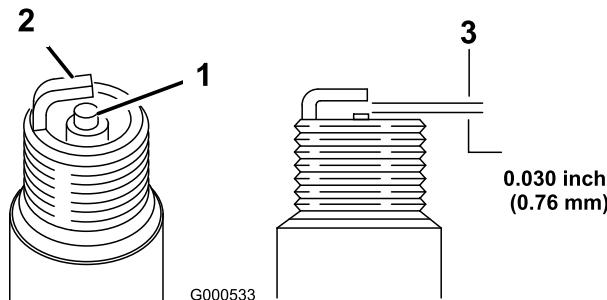

Figura 34
- Controllate il centro della candela (Figura 34). Se l'isolatore è marrone chiaro o grigio, il motore funziona correttamente. Una patina nera sull'isolatore significa in genere che il filtro dell'aria è sporco.
- Controllate la distanza tra gli elettrodi centrale e laterale (Figura 34). Se la distanza non è esatta, piegate l'elettrodo laterale (Figura 34).